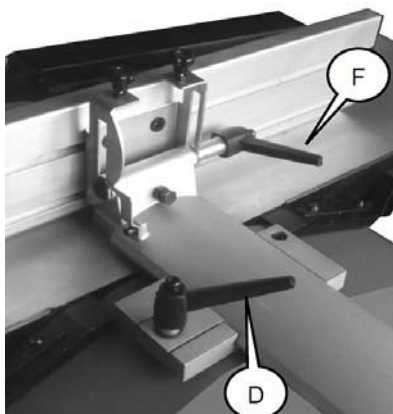

Fig. 21 : Réglage de la butée de la pièce
Étape 7 : Relâchez le levier de serrage (D, Fig.21) pour amener la butée à la position souhaitée.
Étape 8 : Relâchez le levier de serrage (F, Fig.21) pour régler l'angle souhaité de la butée.
Étape 2 : Retirez la butée de la pièce en relâchant le levier de serrage (D, Fig.21).